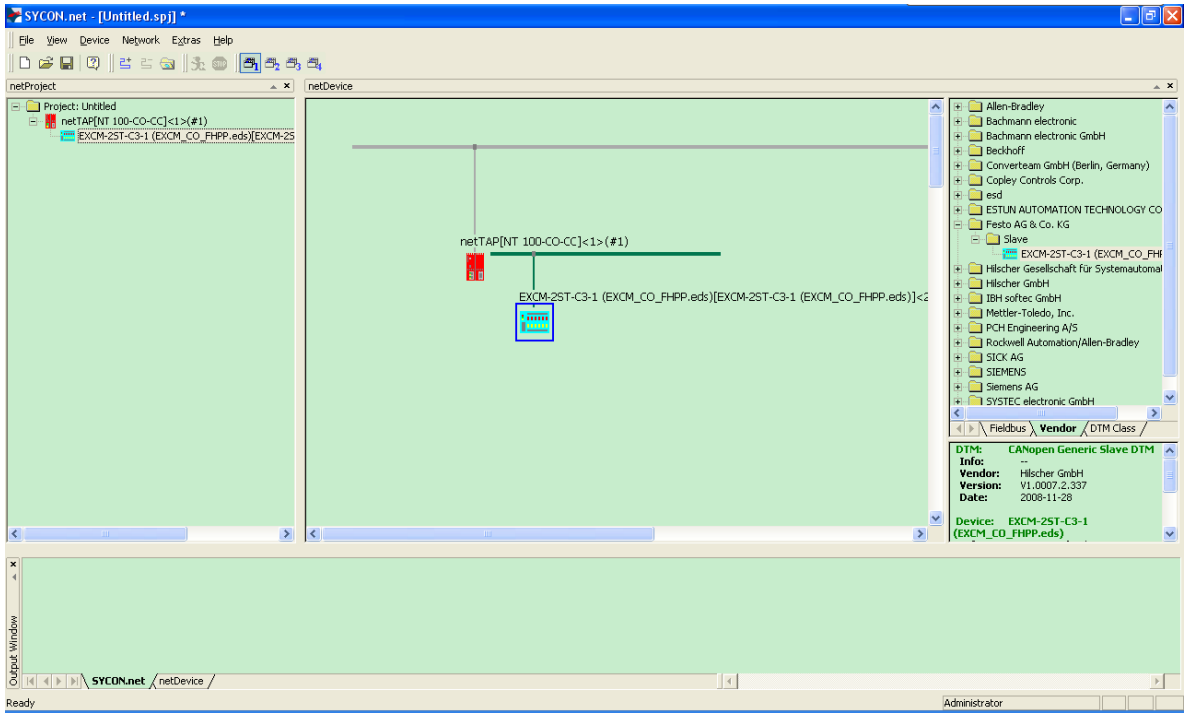

图 15
(15) 在软件右侧的“Fieldbus”“CANopen”“Slave”文件夹中，或“Vendor”“Festo”文件夹中选择导入的从站，并拖放到 NT100 图标右侧的 CANopen 总线上，如图 15 所示。